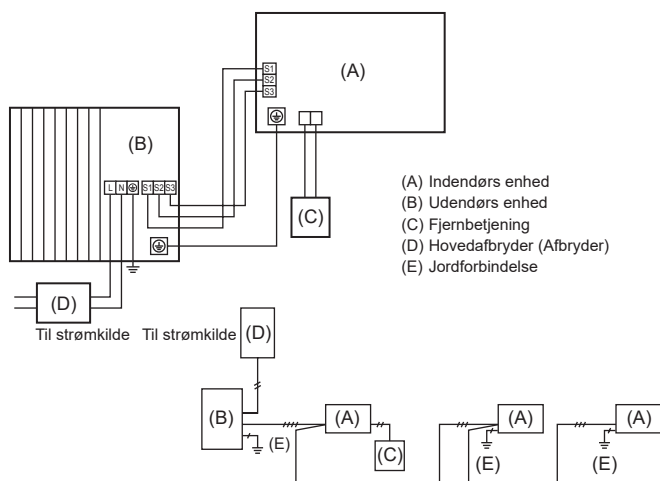
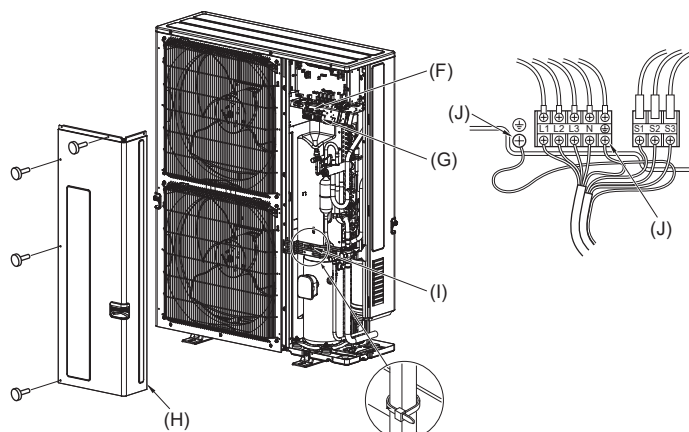

Fig. 6-1
Fig. 6-2
6.1. Udendørs enhed (Fig. 6-1, Fig. 6-2)
(1) Afmonter servicepanelet.
(2) Føør kablerne som angivet i Fig. 6-1 og Fig. 6-2